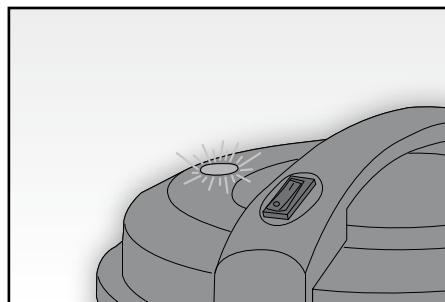

Fig. 7
- Quando il contenitore (H) è pieno, l'indicatore di livello (C) posto sul coperchio diventa rosso (FIG. 7).